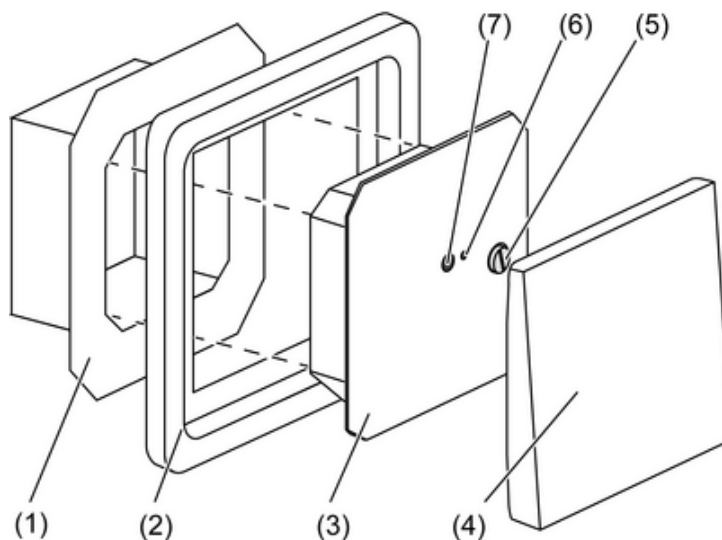
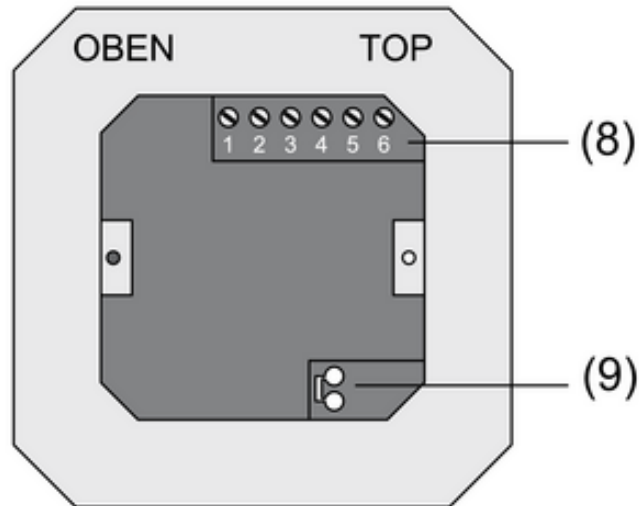
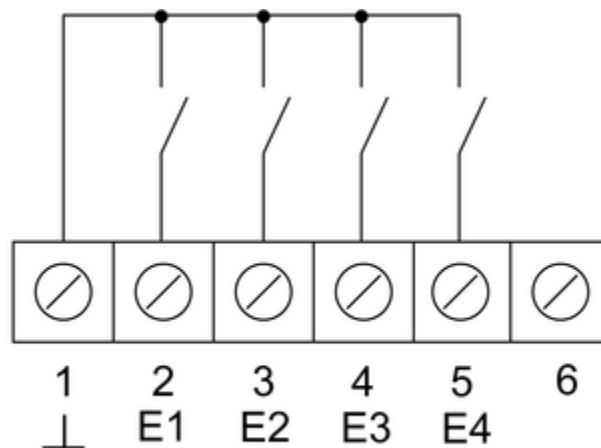
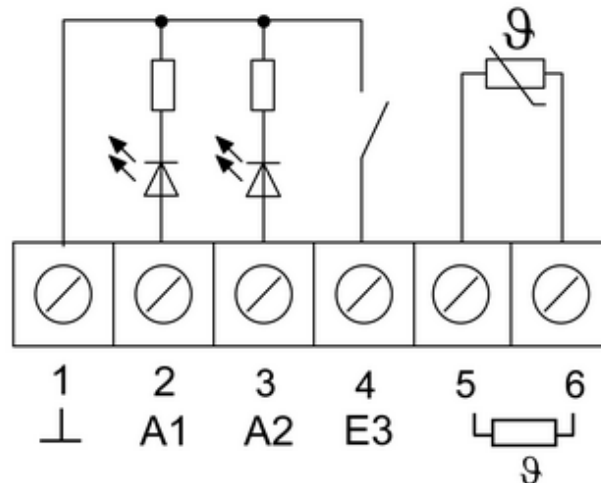

Bild 1
Bild 2
Bild 3
Bild 4
- Klemmen-Einsatz (1) und Elektronik-Aufsatz (3) voneinander trennen (Bild 1).
- Busleitung an die Anschlussklemme (9) im Klemmen-Einsatz einstecken (Bild 2).
- Binäreingänge **E1...E4**: Schließer oder Öffner als Schalter oder Taster an den Klemmen 1 und 2...5 (Bild 3) der Klemmleiste (8) (Bild 2) anschließen.
- Binärausgänge **A1...A2**: LED oder elektronische Relais an den Klemmen 1 und 2, 3 (Bild 4) der Klemmleiste (8) (Bild 2) anschließen.
- Externen Temperaturfühler an den Klemmen **5** und **6** (Bild 4) der Klemmleiste (8) (Bild 2) anschließen.
- Klemmen-Einsatz (1) (Bild 1) in Unterputz-Gerätedose einsetzen. Auf Beschriftung **OBEN / TOP** achten. Der Busanschluss (9) (Bild 2) muss unten rechts liegen.
- Design-Rahmen (2) auf den Klemmen-Einsatz (1) aufsetzen (Bild 1).
- Abdeckung (4) abnehmen (Bild 1).
- Elektronik-Aufsatz lagerichtig in den Klemmen-Einsatz einsetzen (Bild 1).
- Elektronik-Aufsatz mit Sicherungsschraube (5) befestigen (Bild 1).
- Abdeckung (4) wieder aufsetzen (Bild 1).
- Programmier-Taste (7) drücken (Bild 1).
Programmier-LED (6) leuchtet (Bild 1).
Programmier-LED (6) erlischt (Bild 1).